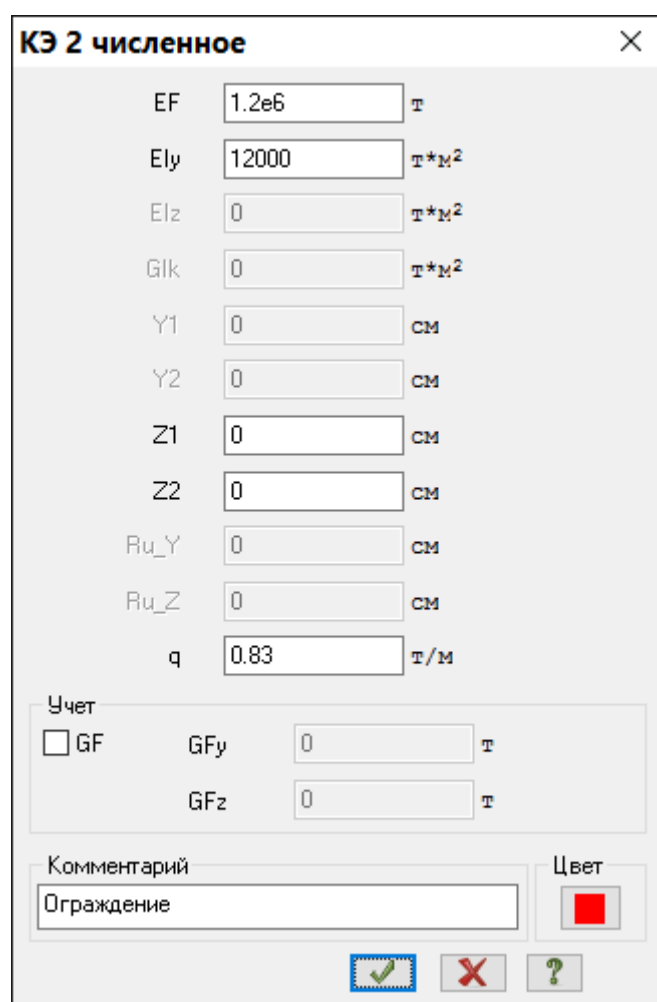

Рис.10.10. Диалоговое окно **КЭ 2 численное**
- В диалоговом окне **КЭ 2 численное** (рис.10.10) задайте параметры сечения конструкций ограждения: